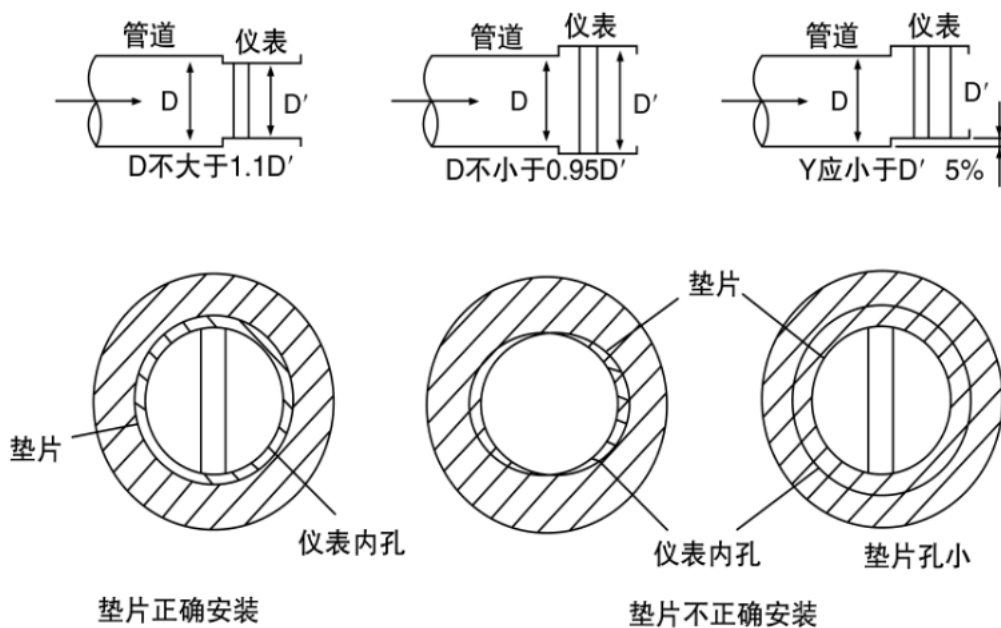

图3传感器与管道的连接
3、传感器与管道的连接如图 3 所示。在与管道连接时要注意以下问题。